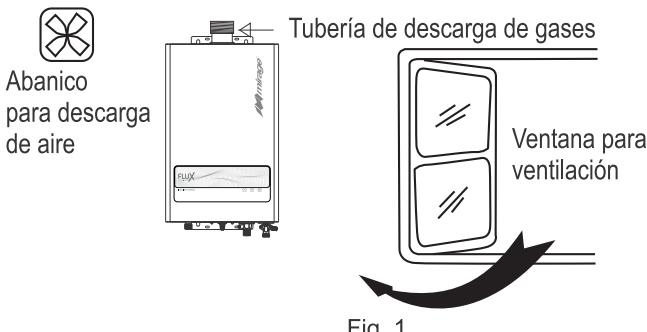

Fig. 1
- Instale el calentador de agua en un área bien ventilada y con salida de gases de combustión mediante un abanico extractor de aire (Fig.1).
Considere una separación mayor de 600mm con el techo y una separación mayor de 400mm por costados de calentador y paredes laterales, utilice un nivel de burbuja y proceda a marcar los orificios en el muro, tome como referencia los soportes del calentador(Fig.1).